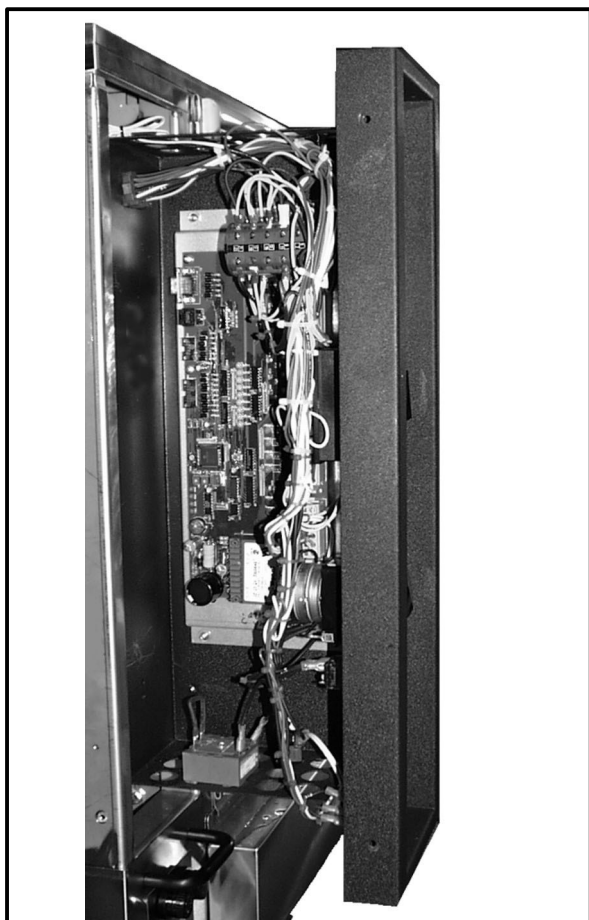

Figure 12
2. Retirez les deux vis situées sur le panneau latéral. Glissez le module de commande vers l'avant. Voir la Figure 12.